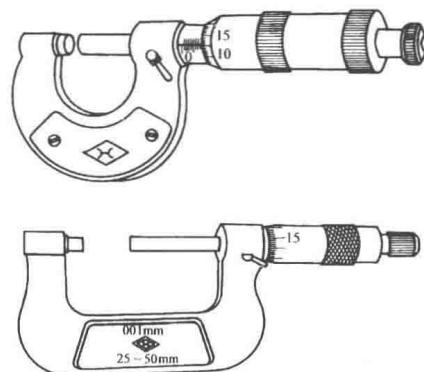

图1-17 千分尺
(3) 千分尺的读数及使用 千分尺(图1-17)是常用的精密量具之一,分度值为0.01mm。规格为0~25mm、25~50mm、50~75mm、75~100mm等,每隔25mm为一档。